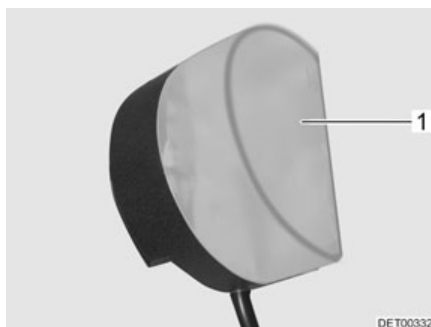

Fig. 281 Eclairage de la penderie
- Enfoncer légèrement le couvercle de la lampe (Fig. 281,1) et le retirer.